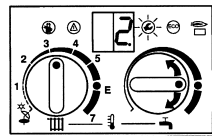

Рис. 55
- На регуляторе горячей воды установить "2.", т.е., макс. теплопроизводительность (рис.55).